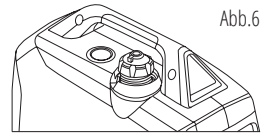

Abb. 6
6. Lassen Sie den Generator nach dem Stoppen vollständig abkühlen und schließen Sie die Entlüftungsöffnung am Tankdeckel (auf „OFF“ stellen, wie in Abb. 6 gezeigt, beim Abstellen des Motors im Benzinbetrieb-Modus).
7. Lassen Sie den Generator nach dem Stoppen vollständig abkühlen und schließen Sie die Entlüftungsöffnung am Tankdeckel (auf „OFF“ stellen, wie in Abb. 6 gezeigt, für Modelle KS 2000i S, KS 2000iG S - beim Abstellen des Motors im Benzinbetrieb-Modus).